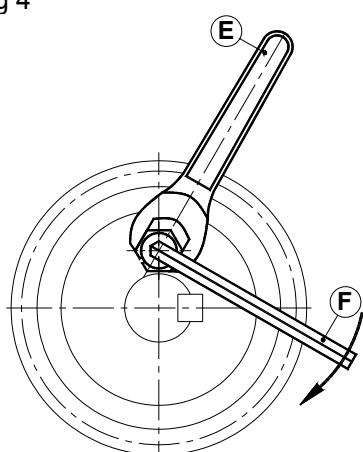

fig 5
Pour l'utilisation de CAFRA S. (par exemple la série 100 de la fig.1 à la page 161), percer le moyeu à la distance f à la hauteur D entraxe I et tolérance, comme le reporte le tableau à la page 165. Placer le moyeu sur l'arbre à la hauteur souhaitée, insérer le CAFRA S. dans le trou jusqu'au collier. Tenir le collier bloqué à l'aide d'une clé hexagonale (E) et avec une clé à six pans (F), serrer la vis jusqu'au couple de serrage Ms indiqué (fig.5).
To use CAFRA S. (for example series 100 and example 1 on page 161) drill the hub at distance f at height D interaxis I and tolerance as shown in the table on page 165. Position the hub on the shaft at the desired height, insert the CAFRA inside the hole up to the collar. Keep the collar locked with a hex key (E) and use an Allen key (F) to tighten the screw up to the Ms tightening torque as shown in the fig.5.